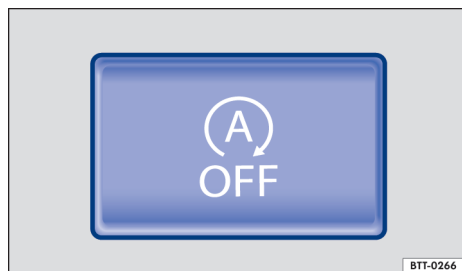

Fig. 123 Na parte inferior do console central: botão do sistema Start-Stop.
- Pressionar o botão  no console central → Fig. 123 para desativar o sistema. Com o sistema Start-Stop desativado, a luz de controle se acende no botão.
- Pressionar mais uma vez o botão  no console central → Fig. 123 para ativar novamente o sistema.